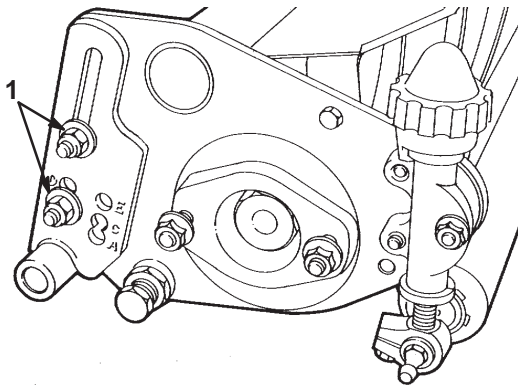

Bild 4
- Wenn Sie die Schrauben in die richtige Schnitthöhenlochposition gesetzt haben, montieren Sie die flachen Scheiben und Muttern und ziehen Sie die Kopfschrauben an der rechten hinteren Rollenhalterung fest (Bild 4).